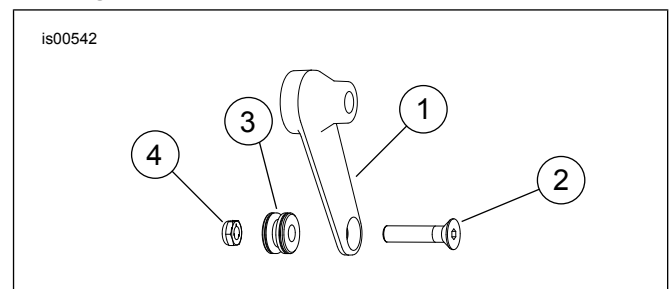

Figure 2. Assembler le bras du troisième point d'ancrage
2. Voir la Figure 2. Monter une vis à tête plate de 3/8 x 1 1/4 (2), un galet d'ancrage (3) et un contre-écrou (4) sur chaque entretoise d'amortisseur (1) comme indiqué. Serrer à un couple de 28–37 N·m (21–27 ft-lbs).